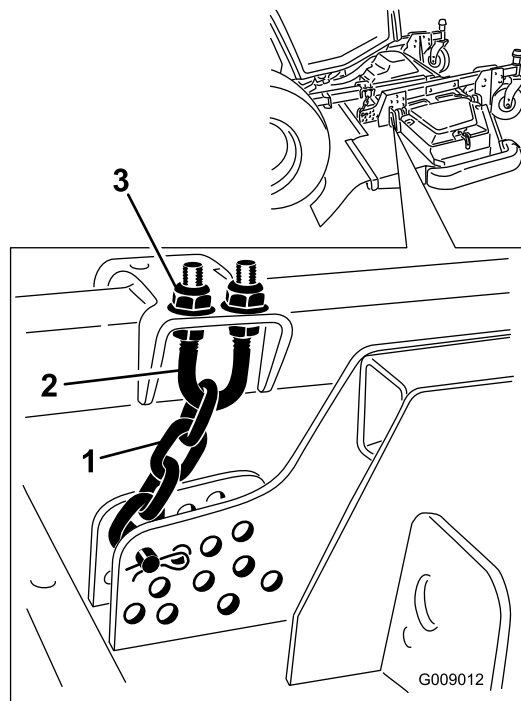

Figura 137
5. Desaperte as porcas de retenção na zona superior ou inferior da cavilha em U da correia da altura de corte (Figura 137).